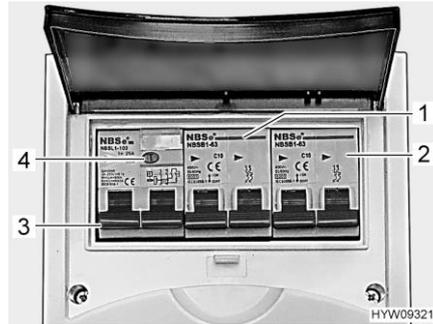

Fig. 111 Disjoncteur de protection de circuit et disjoncteur FI (coffret de fusibles 230 V)
Un disjoncteur différentiel (disjoncteur FI) (Fig. 111,3) dans le coffret de fusibles protège tout le véhicule contre le courant différentiel (30 mA).
Le disjoncteur de protection de circuit connecté en aval (10 A) (Fig. 111,1) protège les prises de courant de 230 V, le bloc électrique, le chargeur supplémentaire et le réfrigérateur.
Sur les véhicules possédant un équipement particulier tel que la climatisation dans le toit, un disjoncteur de protection de circuit supplémentaire (16 A) (Fig. 111,2) protège l'appareil.
- Lorsque le véhicule est raccordé à l'alimentation 230 V, appuyer sur la touche de contrôle (Fig. 111,4). Le disjoncteur différentiel (FI) doit se déclencher.